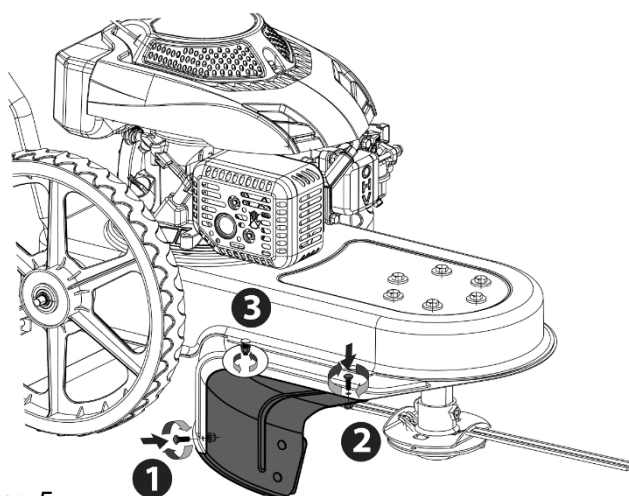

Рис. 5
2. Совместите отверстия на корпусе и защитном щитке. Вставьте винты (AA) в отверстия, закрутите и зажмите их винтовой отверткой. См. рис. 5.